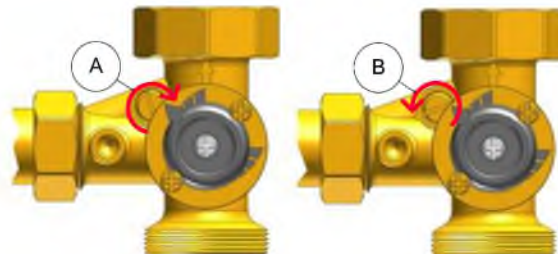

Рис.18: Настройка встроенного байпаса
В смесительный клапан встроен байпас, который находится в закрытом состоянии при поставке с завода (Рис.18, поз. А).
3. Поверните регулировочный винт байпаса (Рис. 18, поз. А, 0% закрыт) на 90 °вправо (Рис.18, поз. В, 100% открыт).